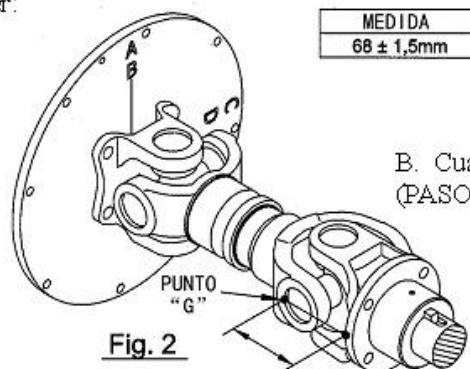

Fig. 2
1. Mida desde la cara de la brida del eje de la bomba hasta el Punto "G" como se muestra en la (Fig. 2). (El Punto "G" está en el punto más lejano en diámetro de calibre del rodamiento). Esta medida debe ser igual a la del punto "E" $\pm 0,5\text{ mm}$